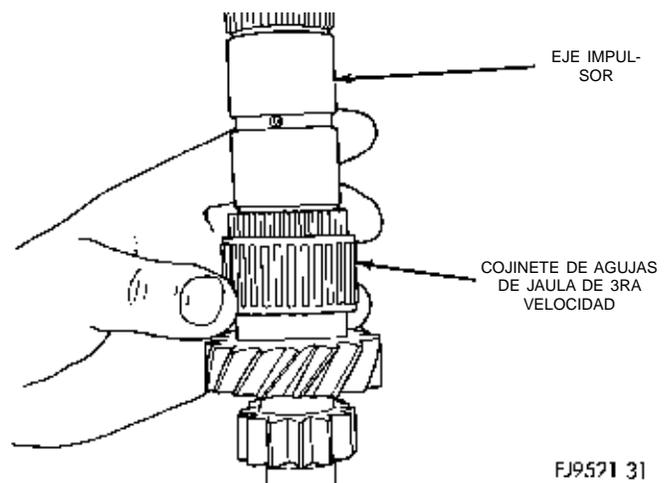

Fig. 89 Cojinete de agujas de jaula de 3ra velocidad
- (11) Retire el cojinete de agujas de jaula de 3ra velocidad (Fig. 89). Verifique el cojinete de agujas de jaula para detectar un posible muelle de retención roto.
- (12) Inspeccione el eje impulsor para detectar posibles pistas de rodamiento de cojinetes desgastadas o